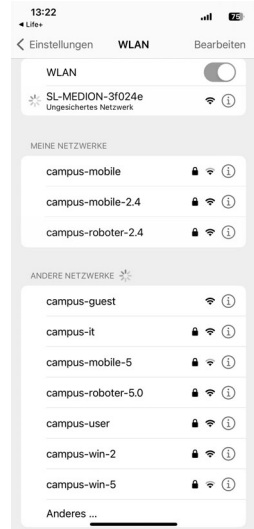

Abb. 9
- ▶ Warten Sie, bis die Verbindung zum gewählten Netzwerk aufgebaut worden ist. Der Kopplungsprozess wird durch eine Animation neben dem Netzwerknamen gekennzeichnet (Abb. 9)